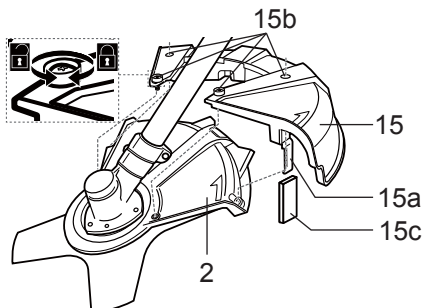

Fig. 5
- > Alignez les vis [15b] du capot du coupe-herbe [15] avec les trous prévus à cet effet sur le capot de la débroussailluse [2], puis emboîtez le capot en position (Fig. 5).